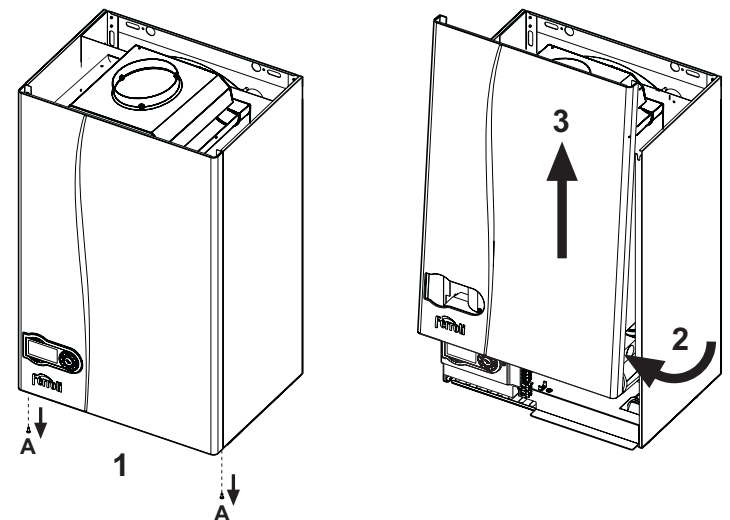

fig. 21 - Deschiderea carcasei
1. Deșurubați șuruburile A (vezi fig. 21).
2. Rotiți carcasa (vezi fig. 21).